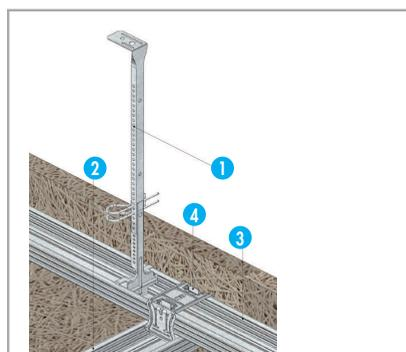

Fig. 2
- Des suspentes réglables CD60 (têtes et pieds de suspente). (Fig. 2)
#### Nomenclature de la figure 2